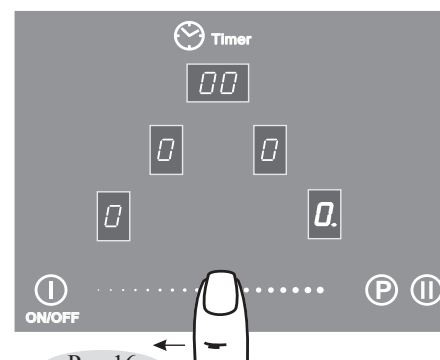
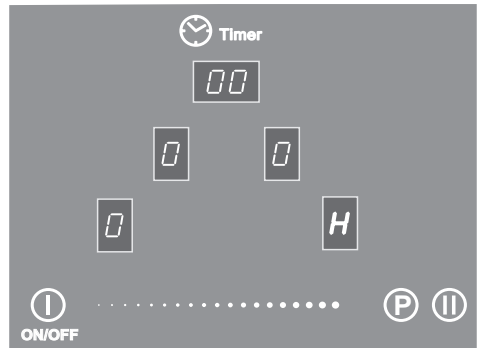

Рис. 16
Рис.17
1. Работавшую конфорку перевести касанием зоны ② в режим управления.
2. Перемещая палец по поверхности ④ (рис. 16), установить в окне индикации значение «0» - конфорка отключится. В окне ③ будет светиться буква «Н», указывающая, что конфорка еще горячая (рис. 17).
После выключения конфорки в окне индикации ③ (рис. 17) высвечивается буква «Н» (от англ. hot – «горячий»). Индикация «Н» гаснет, когда температура рабочей зоны становится безопасной.